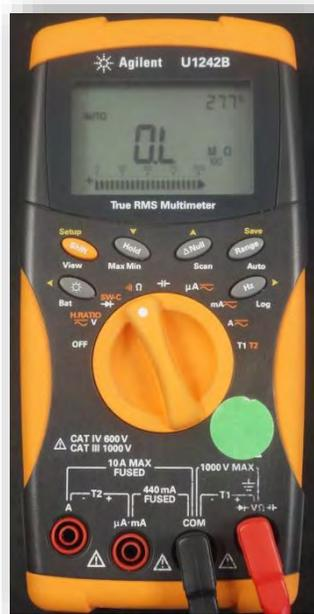

Figura A.14. Colocación de la perilla para resistividad
2. Gire la perilla hasta posicionarla en el símbolo que corresponde a la resistencia Ω , (figura A.14).